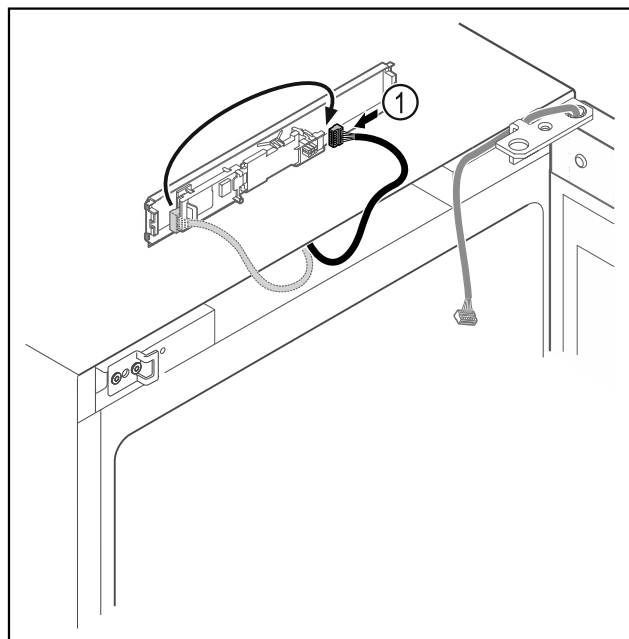

Fig. 19
- ▶ Scambiare la posizione del connettore Fig. 19 (1) sulla scheda.